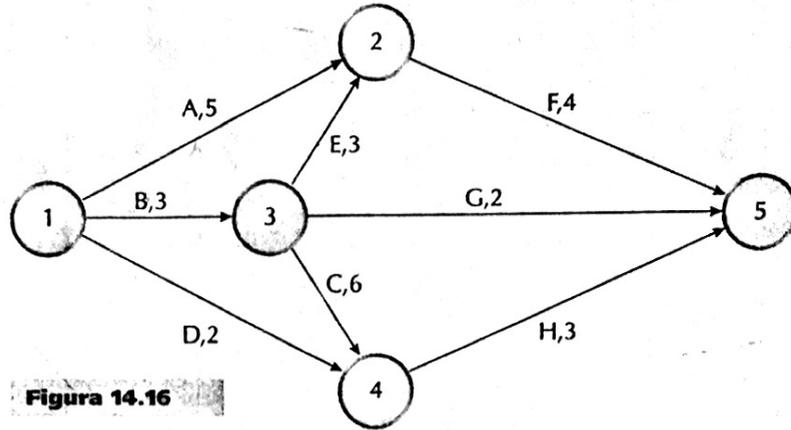

Figura 14.16
2. Dada a rede da Figura 14.16, determinar: